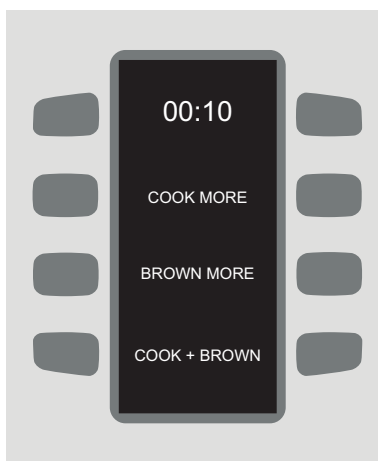

FIGURA 14: Pantalla 2 “Done” [Término]
- b. Cocinar más: Presione esta tecla para más opciones de cocción (Figura 14):